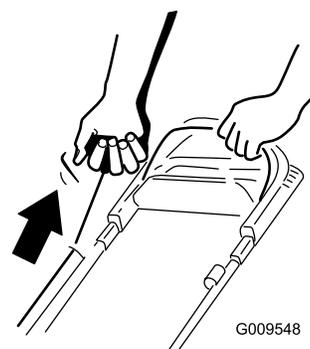

**Рисунок 13**
2. Нажмите кнопку электрического стартера (Рисунок 13) (только для модели с электрическим
**Примечание:** Если кнопка электрического стартера была снята, вставьте ее в электрический стартер, см. Рисунок 13 (только для модели с электрическим запуском).